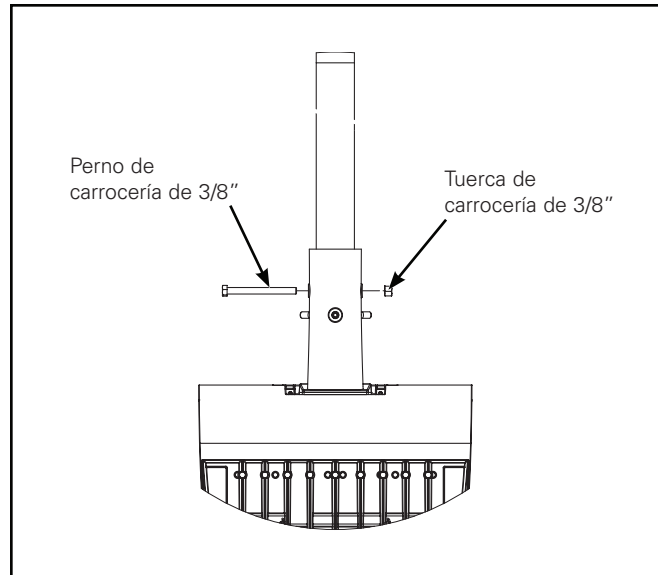

Figura 6.
3. Taladre un orificio de 7/16" a través del brazo del mástil e instale el perno de carrocería y la tuerca de 3/8", y ajuste hasta 200 pulg.-lb (23 Nm) (Figura 6).